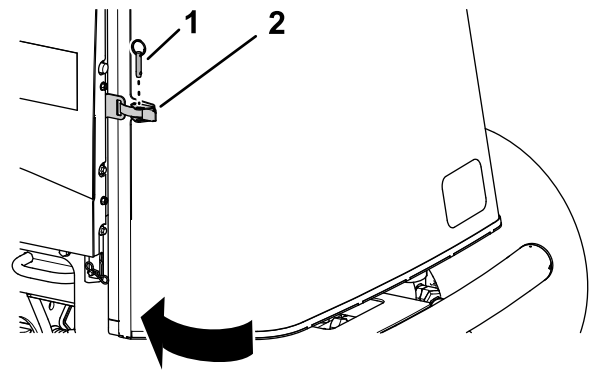

Bild 104
1. Schließen und verriegeln Sie das Gitter (Bild 104).